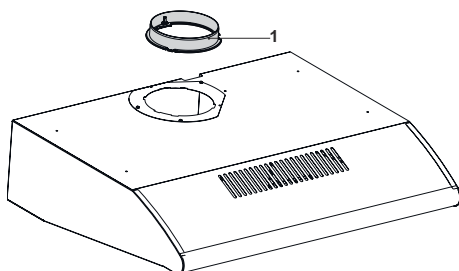

Fig. 15
1. ➔ Ta bort det runda plastfästet. Fig. 15.